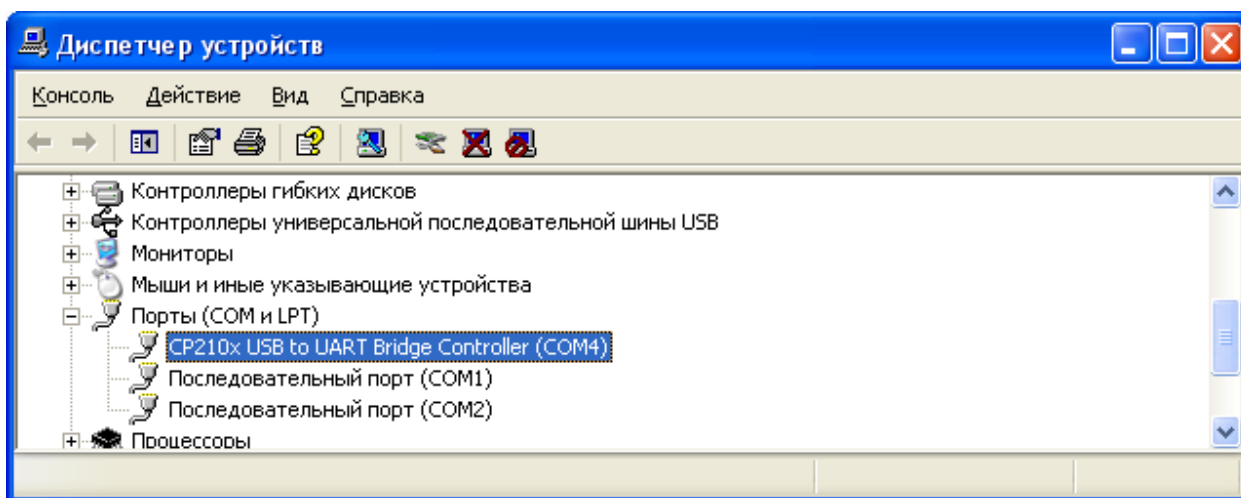

Рис. 56
- 2.2.2. В выпадающем меню «COM Port:» выбрать номер COM порта, под которым определился программатор в системе (Рис. 56)